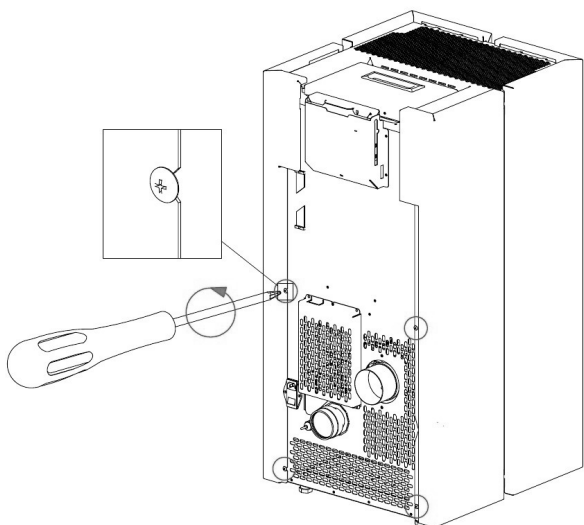

Fig. 51 - Odstranjevanje vijakov
- Sprostite 4 zadnje vijake (gl. **Fig. 51**).